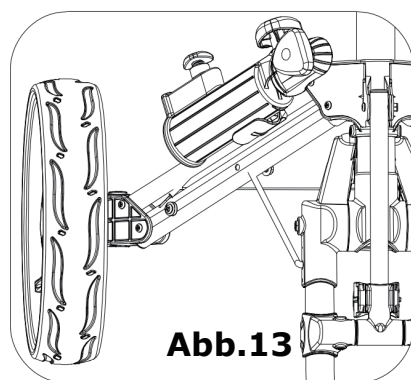

Abb.13
Attach the umbrella holder to the storage rack on the right leg frame as in Fig. 13
13. Zum Verstauen: Befestigen Sie den Schirmhalter wie in Abb. 13 gezeigt an der Ablage am rechten Fußgestell.